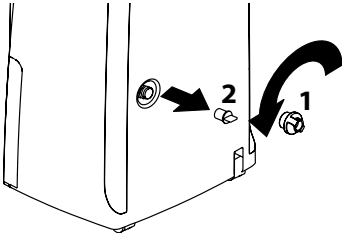

Fig. 2
- 1) Desenrosque el tapón para desagüe continuo **1** girándolo en el sentido contrario a las manecillas del reloj y quite el tapón de goma **2** de la boquilla (fig. 2).
**Nota:** al retirar el tapón de goma **2** puede haber pérdidas de agua de la boquilla (fig. 2).